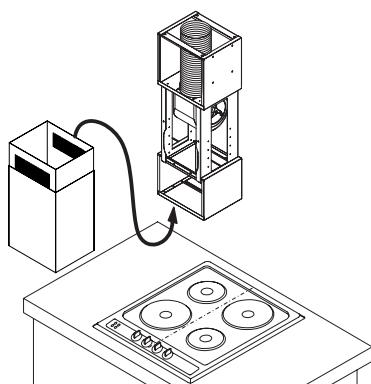

Rys. 7
4. Za pomocą kołków i śrub przyjmocować uchwyt sufitowy do otworów wywierconych w suficie (rys. 6 a rys. 7).